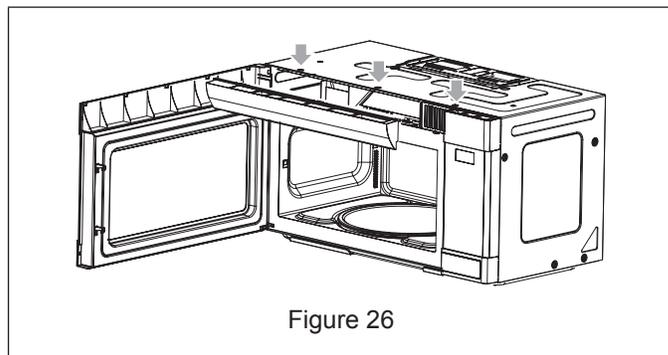

Figure 26
2. Retirez les 3 vis de montage de la grille d'aération et ouvrez la porte. Voir la Figure 26.